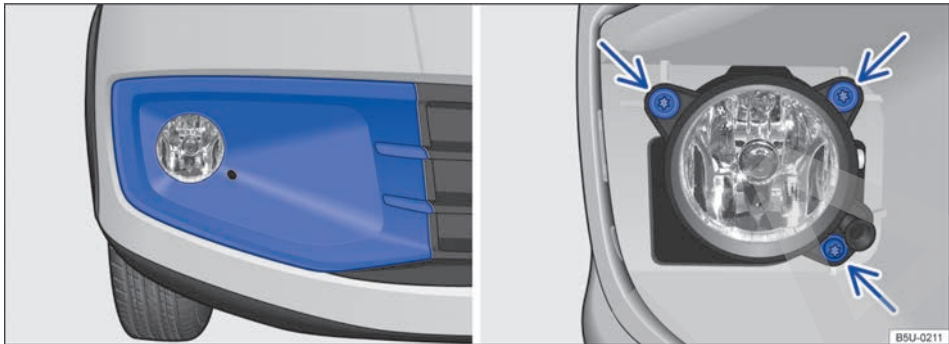

Fig. 181 En el paragolpes delantero: desinstalar el farol de neblina.
2. Retirar la cubierta del paragolpes ⇒ fig. 181 (región azulada), tirar hacia adelante.
3. Remover los tornillos de fijación ⇒ fig. 181 -flechas-.
14. Volver a colocar y ajustar los tornillos de fijación ⇒ fig. 181 -flechas-.
15. Encajar la cubierta del paragolpes ⇒ fig. 181.